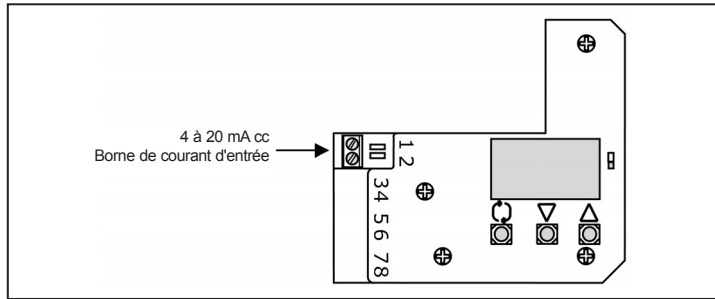

Fig. 8
- Raccordez le câblage de courant d'entrée depuis un appareil de mesure de réglage (contrôleur) comme l'indique la Fig. 8.